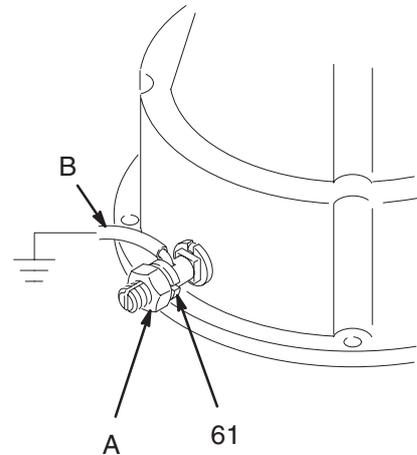

Fig. 2
Afloje la contratuerca (A) de la orejeta y la arandela de conexión a tierra. Introduzca un extremo del cable (B) en la orejeta de conexión a tierra (61) y apriete firmemente la contratuerca. Vea la Fig. 2. Conecte el otro extremo del cable a una tierra verdadera, tal como recomienda su código local. Pida la ref. pieza 237569, cable y abrazadera de conexión a tierra.